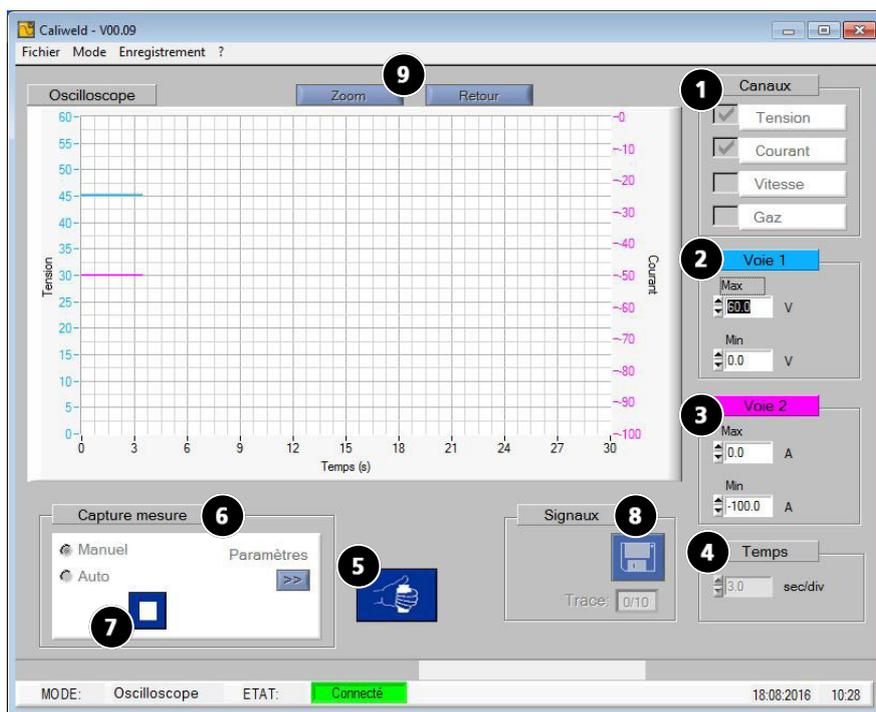
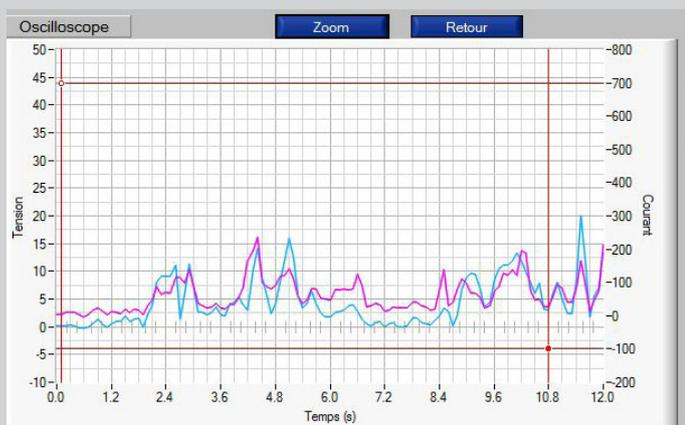
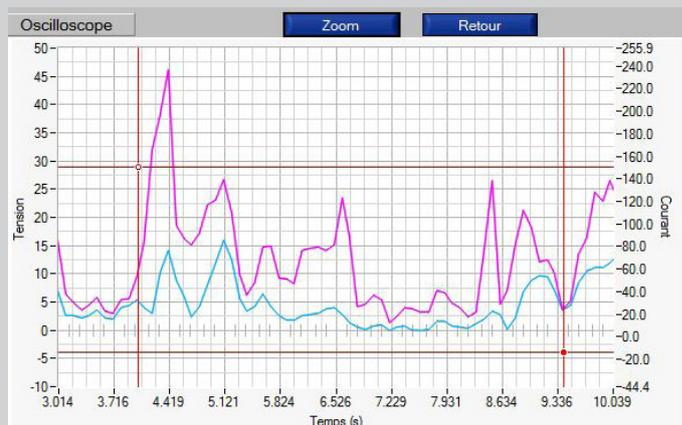

Fig.5: pagina oscilloscopio
Fig.6: Grafico pre zoom
Fig.7: Grafico post zoom
DESCRIZIONE (FIG.5 : PAG. OSCILLOSCOPIO)
Il modo oscilloscopio permette di selezionare due canali di misurazioni, di visualizzarli e di registrarli su grafico. Questo modo complementare permette di focalizzare la propria misurazione su un canale preciso e di confrontarla ad un altro canale grazie al grafico. Gli elementi che formano la pagina del modo Oscilloscopio (Fig.5) sono :
- Due sezioni «Canale 1» **2** w «Canale 2» **3** appaiono una volta che uno o due canali sono stati selezionati. L'unità di misura visualizzata in ciascuna sezione consente di verificare che i canali rappresentino i canali selezionati (ad es. Fig.5: la tensione è stata selezionata come primo canale da misurare, l'unità di misura del «Canale 1» è il Volt).
Il software offre la possibilità di zoomare sull'oscilloscopio. Per farlo, cliccare sul pulsante «Zoom» (**9** Fig. 5) Una prima volta, appariranno 4 puntatori del grafico (2 orizzontali e 2 verticali). Utilizzare questi puntatori per formare un rettangolo sulla zona da ingrandire (Fig. 6). Poi cliccare di nuovo sul pulsante Zoom (fig 7). Per ritornare alla visualizzazione normale è sufficiente cliccare sul pulsante «Indietro».
Per realizzare un'estrazione manuale, spuntare «Manuale» nella sezione «Estrai misurazioni». Appare allora una casella START (7 fig. 5) che diventa una casella STOP quando l'estrazione è in corso. Per iniziare a registrare le misurazioni, attivare il dispositivo sia dal telecomando (5 fig.5), sia dal dispositivo che sta saldando, poi ogni volta che si desidera l'estrazione, premere sulla casella . Così si lancia una registrazione del cordone. Per interrompere la registrazione, cliccare sulla casella . Ripetere l'operazione fino ad ottenere il cordone o il numero di registrazioni desiderato.
L'estrazione può essere eseguita in modo automatico spuntando la casella «Estrai Auto» (6 fig. 5). Regolare all'inizio i parametri di saldatura. Come per la modalità «Multimetro» si ritrovano nei parametri dell'estrazione automatica gli elementi sotto elencati:
Il funzionamento della modalità automatica dell'oscilloscopio è la stessa di quello del multimetro. Per prima cosa, attivare il dispositivo sia tramite telecomando (5 fig.5) sia lanciando na saldatura. Poi cliccare sul pulsante  (7 fig. 5). Il programma registra tutti i cordoni dal momento in cui l'intensità è superiore a quella scelta come soglia d' innesco. Esso interrompe la registrazione del cordone quando l'intensità è inferiore a quella della soglia di innesco. Due eventi interrompono le misurazioni : l'utilizzatore clicca sul pulsante  (7 fig. 5) o la registrazione raggiunge i 30secondi.
Alla fine della registrazione, è possibile memorizzare e visualizzare le registrazioni dell'oscilloscopio (fino a 10 curve max). E' sufficiente cliccare sul pulsante  (8 fig. 5), denominare la registrazione e cliccare su . Cliccare sulla casella  per convalidare la registrazione.